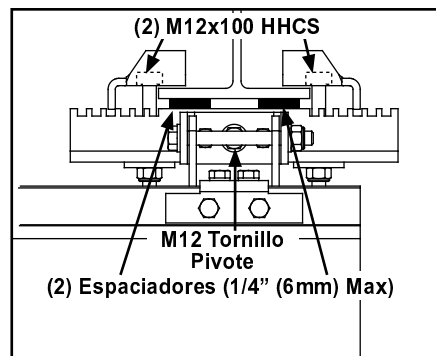

Figura 3-35
- Paso 8. Apriete dos (2) M10 x 30 mm HHCS hasta que la arandela esté plana para asegurar soporte de montaje al riel. No apretar de más.
- Paso 2. Si ser requiere nivelar, afloje M12 x 100 mm HHCS , Tornillo desoporte de viga-I e inserte espaciadores, máximo 1/4 in (6 mm), entre el soporte de Viga-I y el patín inferior de la Viga-I. Vea Figura 3-35.
- Paso 3. Instale dos (2) M10 x 110 mm HHCS con tuercas Nylock M10. **Apriete hasta que tornillos asienten + ¼ vuelta.** Do not over tighten. No apretar de más, puede doblar el soporte.